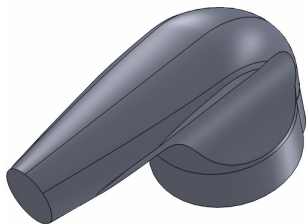

图 15-48 创建拉伸切除特征
(2) 退出草图绘制环境, 弹出【切除-拉伸】属性管理器, 在【方向 1】和【方向 2】选项区的列表框中, 选择【完全贯穿】选项, 单击【确定】按钮, 即可创建拉伸切除特征, 如图 15-48 所示。